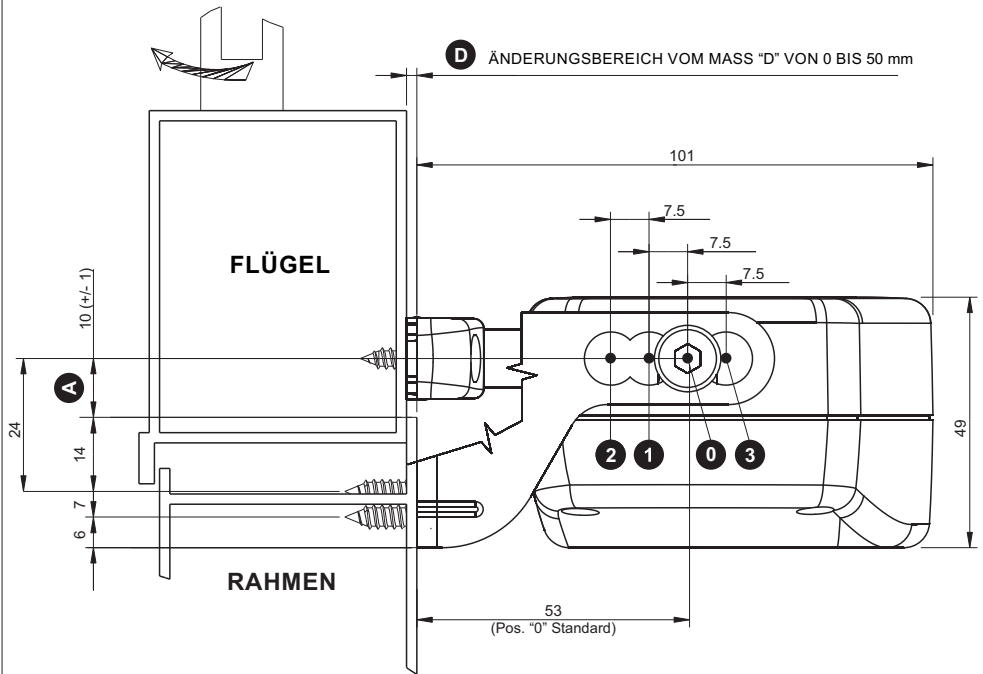

Abb. 6b Abmessungen in mm
PRÜFEN, DASS DER ABSTAND "D" ZWISCHEN DEM FENSTERRAHMEN (WO DIE STELLANTRIEBMONTAGE VORGESEHEN IST) UND DEM FENSTERFLÜGEL (WO DIE BEFESTIGUNG DES BÜGELS VORGESEHEN IST) ZWISCHEN 0 mm UND 30 mm FÜR DIE KLAPPÖFFNUNG (SIEHE ABB. 6a) UND ZWISCHEN 0 mm UND 22,5 mm FÜR DIE KIPPÖFFNUNG (SIEHE ABB. 6b) EINGESCHLOSSEN IST.
- 8) **Abb. 28-** Mit den zwei gelieferten Schrauben (**Bez. 1**) den Stellantrieb am Bügel zur Befestigung am Fenster in der besten Stellung je nach dem Wert vom übersteigenden Teil "D" (**siehe Abb. 6b**);